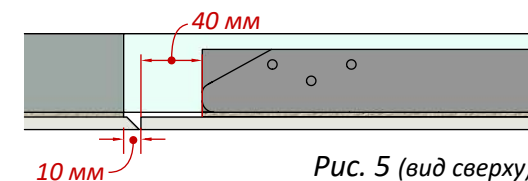

Рис. 5 (вид сверху)
- плитка на стене выступающая на проём на 10 мм (Рис.5)